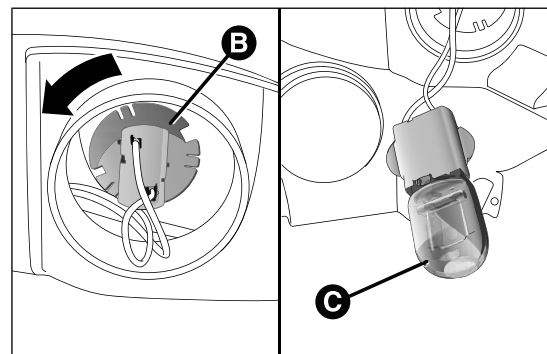

fig. 162
- ☐ girar hacia la izquierda el portalámparas B fig. 162, extraer la lámpara C y sustituirla;